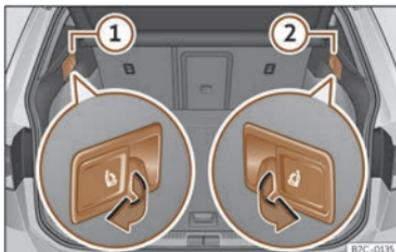

Fig. 76 Nel bagagliaio: leve per lo sblocco dello schienale posteriore.
- Tirare la leva di sblocco a distanza dal lato sinistro >>> **fig. 76** ① o destro ② dello schienale nel senso della freccia. Il lato sbloccato dello schienale posteriore si ribalta automaticamente in avanti.